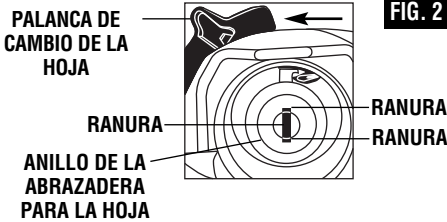

FIG. 2
1. Jale la palanca de cambio de la hoja hasta el punto en que las ranuras ubicadas en el anillo de la abrazadera para la hoja se alineen con la ranura ubicada en el centro de la abrazadera (Fig. 2).